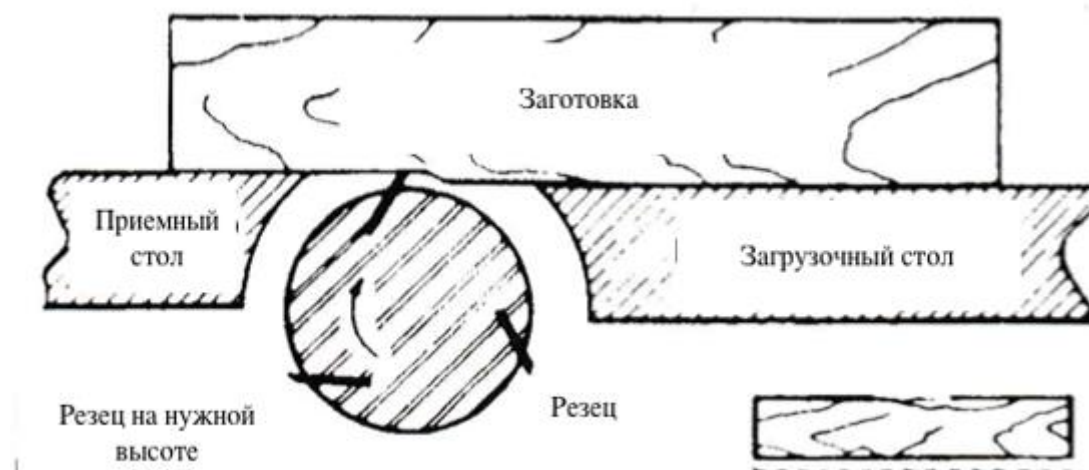

Рис. 30 Правильная установка заготовки
8. В качестве итоговой проверки медленно проведите заготовку над резцами на расстояние от 6 до 8 дюймов. Заготовка должна надежно опираться на оба стола, как показано на Рис. 30 без открытых пространств под обработанной поверхностью.